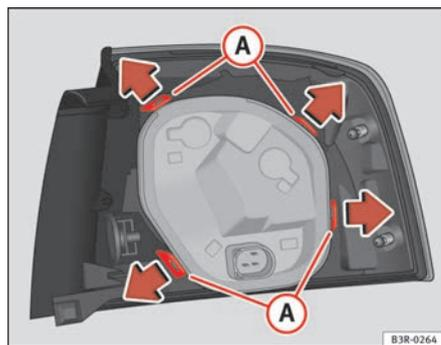

Fig. 221 Languettes de fixation au dos du feu arrière
- Déverrouillez les languettes de fixation **A** ⇒ fig. 221.